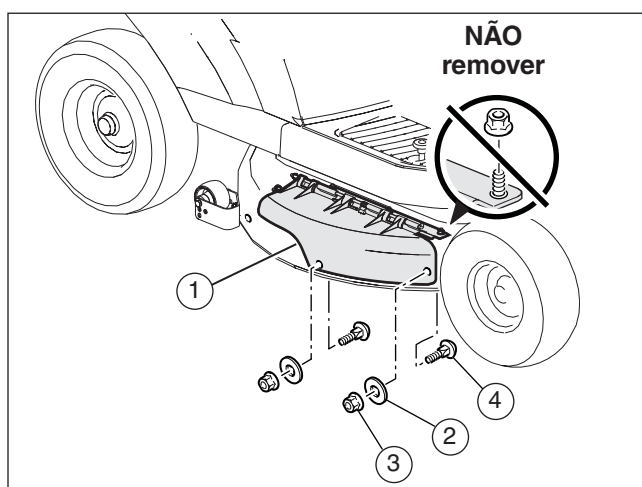

Figura 11
2. Monte a cobertura do triturador (1) na plataforma do corta-relva com os parafusos (4), anilhas (2), e porcas com flange (3) (consulte a **Figura 11**).